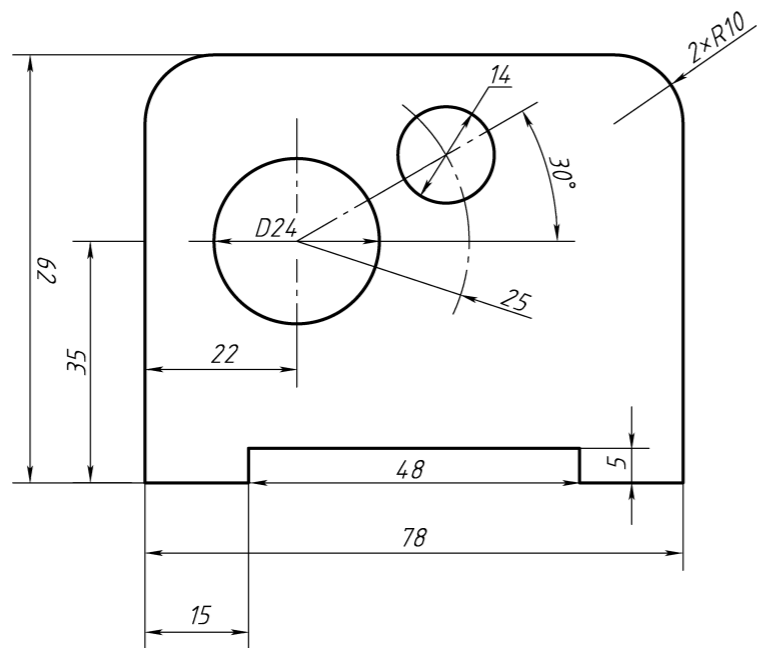

Fig. 1
1. Analyze dimension errors in the Fig. 1 and correct them in the Fig. 2. 分析图1中尺寸标注的错误，在图2中正确标注。